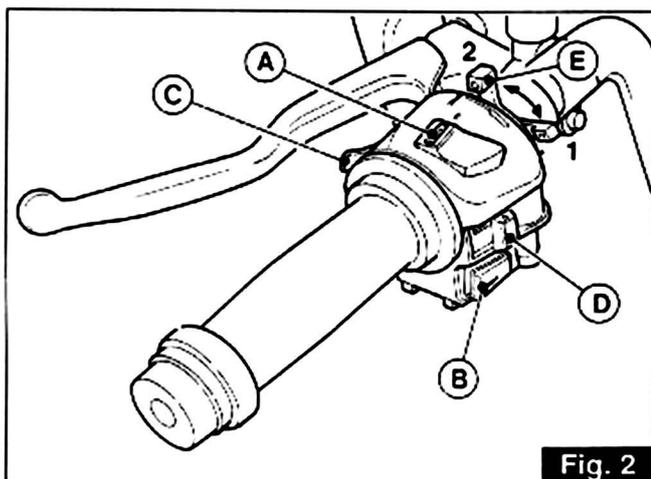

Fig. 2
Interruttore «A» (lights) (fig. 2)
Light switches (figs. 2 and 3)
Switch «A» (lights) (fig. 2)
Pulsante per avvisatore acustico, passing e interruttore comando lampeggiatori (fig. 2)
■ se il motore è freddo portare la levetta «E» «CHOKE» in posizione di avviamento «1» (vedi fig. 2);
Leva comando «Choke» («E» di fig. 2)
Horn button, passing and direction indicators (fig. 2)
■ if the engine is cold, put the «CHOKE» control «E» in the starting position «1» (see fig. 2);
«CHOKE» control («E» in fig. 2)